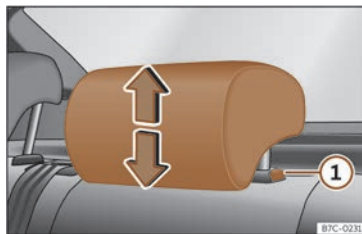

Fig. 96 Tetiera spate: reglarea tetierei.
- Apucați cu ambele mâini părțile laterale ale tetierei și împingeți în sus în poziția dorită. Pentru coborârea tetierei, repetați aceeași acțiune apăsând butonul de pe partea laterală ① >>> fig. 96.